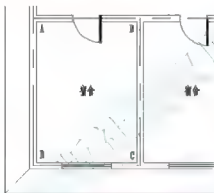

图 3.64 测量宿舍的净面积
(1) 执行菜单栏中的【工具】|【查询】|【面积】命令(快捷键 AREA), 启动【查询面积】命令。
(2) 在指定第一个角点或[对象(O)/加(A)/减(S)]: 提示下, 打开【对象捕捉】功能, 单击如图 3.64 所示的 A 点作为被测量区域的第一个角点。
(3) 在指定下一个角点或按 Enter 键全选: 提示下, 依次单击图 3.64 所示的 B、C、D 点作为被测量区域的其他 3 个角点。
(4) 按 Enter 键结束命令, 这样就测量出 A、B、C、D 这 4 点所围合区域的面积。
(1) 执行菜单栏中的【工具】|【查询】|【距离】命令(快捷键 DI), 启动【查询距离】命令。
(2) 在指定第一点: 提示下, 捕捉图 3.64 中的 B 点作为测量距离的第一点。
(3) 在指定第二点: 提示下, 捕捉图 3.64 中的 C 点作为测量距离的第二点。